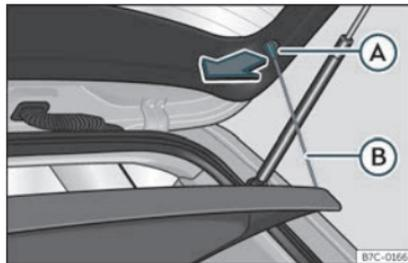

Fig. 110 Dans le coffre à bagages : dépose et repos de la plage arrière.
- Décrochez les tirants de fixation >>> fig. 110 (B) de leurs logements (A).
- Accrochez les tirants de fixation >>> fig. 110 (B) sur le capot de coffre.